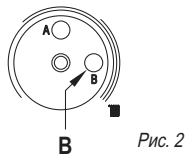

Рис. 2
- 1) Вращайте триммер настройки теплоотдачи котла по часовой стрелке до упора (В, рис. 2); вентилятор работает на максимальной мощности.
- 3) Вращайте триммер настройки теплоотдачи котла против часовой стрелки до упора (В, рис. 2); вентилятор работает на минимальной мощности.